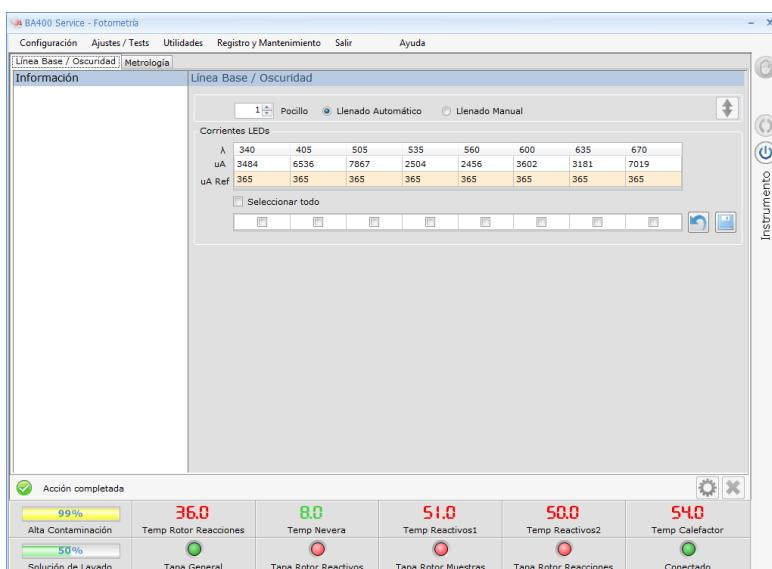

Ilustración 6.14 Pantalla memorización de las corrientes de referencia.
8. Pulse el botón de *editar* para acceder a la pantalla de memorización de las corrientes de referencia. Ver Ilustración 6.14.